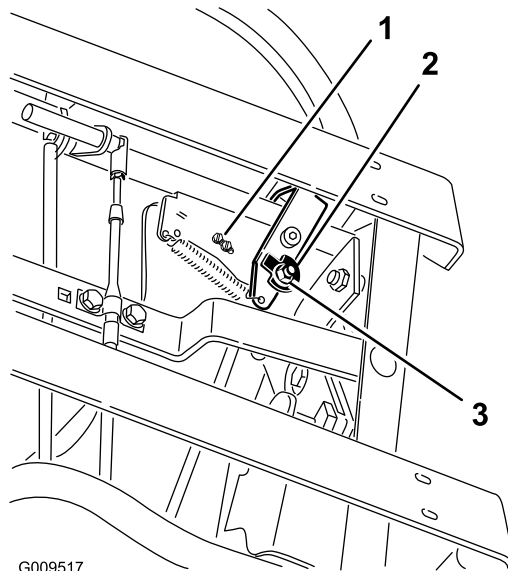
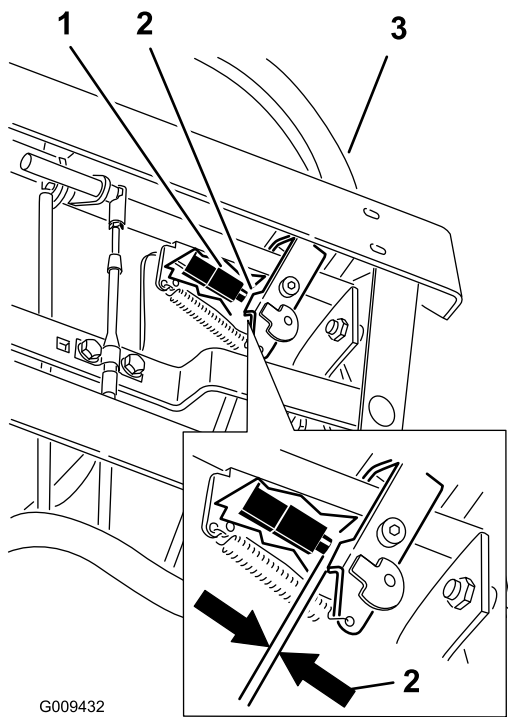

Figure 64
Figure 65
7. Desserrez l'écrou et le boulon de fixation de la came (Figure 64).
10. Vérifiez l'écartement entre le levier de commande et l'interrupteur comme illustré à la Figure 65. Il doit y avoir un écartement de 3 mm (1/8").
11. Au besoin, desserrez les vis de fixation de l'interrupteur et réglez l'interrupteur (Figure 64 et Figure 65).